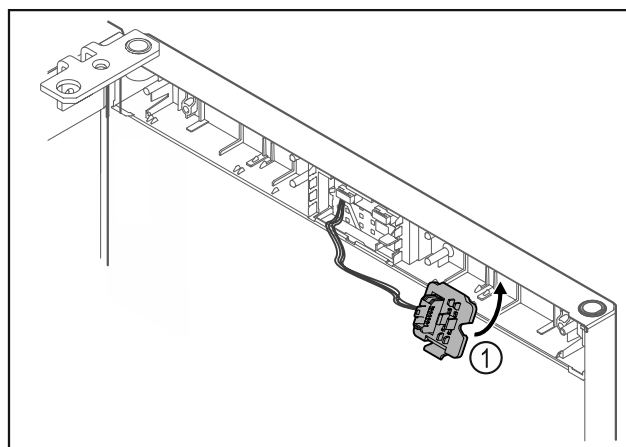

Fig. 21
- ▶ Uglavite držač utikača Fig. 21 (1) na suprotnu stranu.